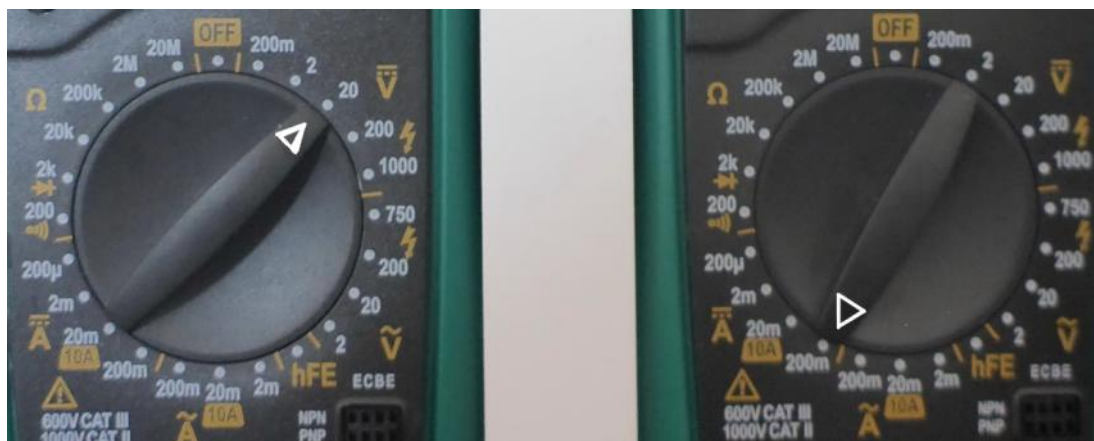

Рис. 8. Вид модуля **МУЛЬТИМЕТРЫ** перед началом работы
- для правого мультиметра режим измерения тока в диапазоне 200 мА (рис. 8).